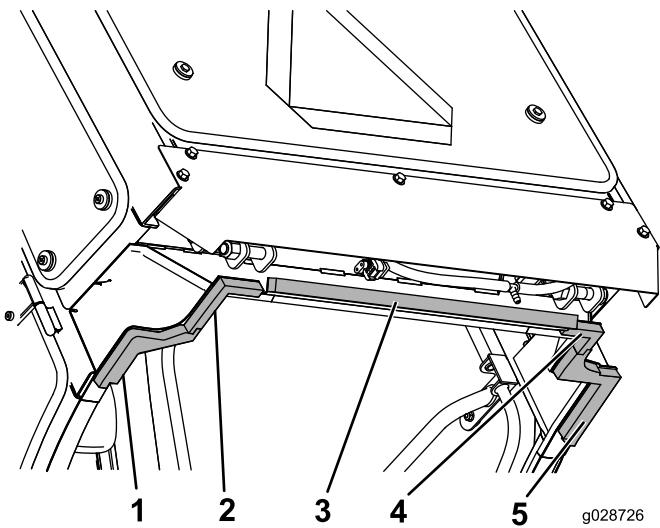

Figura 59
1. Centrate il componente posteriore sul bordo inferiore più arretrato del pannello centrale (Figura 59).
2. Installate i componenti posteriore sinistro e posteriore destro in schiuma sintetica sugli angoli interni delle linguette esterne del pannello posteriore Figura 59.
3. Allineate i bordi più interni dei componenti intermedi sinistro, centrale e destro in schiuma sintetica con i componenti posteriore sinistro e posteriore destro in schiuma sintetica e interbloccate le linguette (Figura 59).